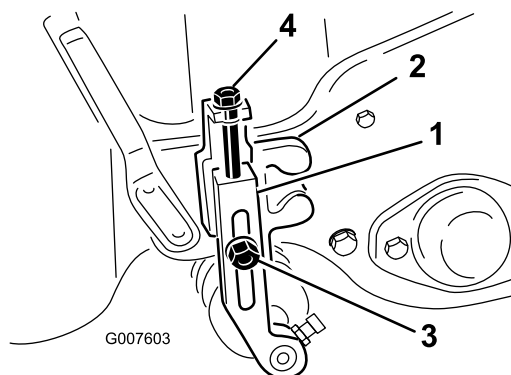

Рисунок 49
2. Ослабьте контргайки, которые крепят рычаги регулировки высоты скашивания к кронштейнам высоты скашивания (Рисунок 49).